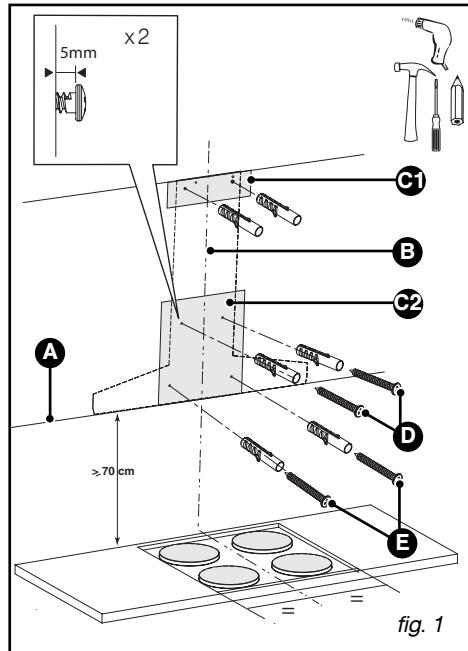

fig. 1
- Aperte os dois parafusos da parte de cima do exaustor (D/fig.1), deixando 5 mm por aparafusar.